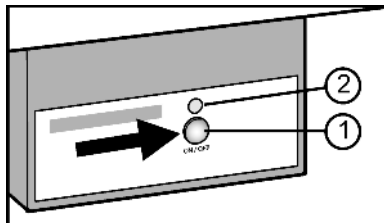

Fig. 17
- ▶ Premere il tasto On/Off Fig. 17 (1) finché si illumina il LED Fig. 17 (2).